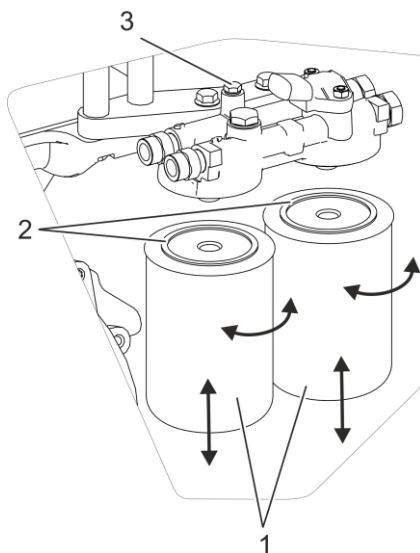

Рисунок 22 – Установка сменных фильтров для топлива:
3. Смазать уплотнительные кольца 2 (рисунок 22) новых сменных фильтров для топлива моторным маслом.